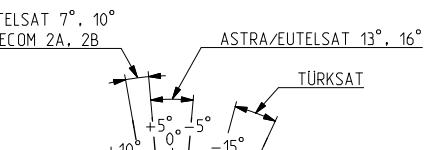

Fig. 2
2. Gradwert für die Polarisationseinstellung aus Abb. 2 entnehmen.
2. See Fig. 2 for the polarisation setting angle.